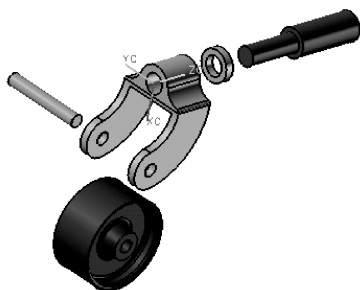

图 7-78 编辑完成的爆炸图
- 09 同理，选择轴和垫圈作为要爆炸的组件，并将其重定位，最终编辑完成的爆炸图如图 7-78 所示。